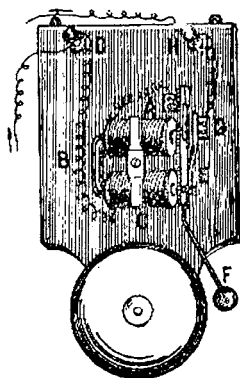

Fig. 100. — Clopot de sonerie electrică
56. **Sonerie electrică.** Mai toată lumea a văzut un clopot de sonerie electrică. Fig. 100 arată un asemenea aparat după ce s'a ridicat capacul.